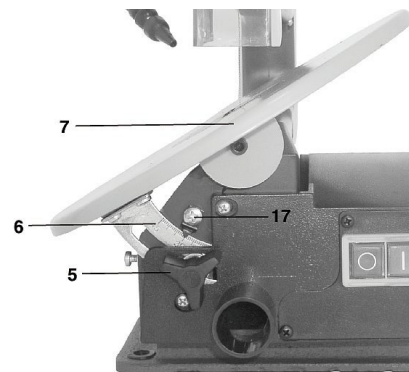

Abb. 9: Sägefisch neigen
Schritt 1: Die Klemmschraube (5) lösen.
Schritt 2: Den Sägefisch (7, Abb. 9) nach links neigen, bis der Zeiger (17) das gewünschte Winkelmaß an der Gradskala (6) anzeigt. Der Arbeitstisch kann von 0° bis 45° nach links geneigt werden.
Schritt 2: Die Klemmschraube (5, Abb. 9) lösen und den Tisch mit Hilfe des Winkels auf 90° zum Sägeblatt ausrichten. Danach die Klemmschraube wieder festziehen, um die neue Einstellung zu fixieren.